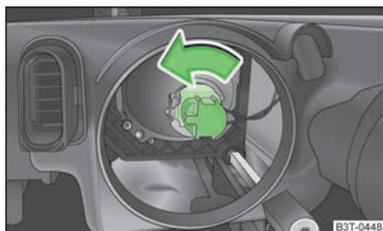

Fig. 190
- » Girare il connettore con la lampadina in senso antiorario fino all'arresto ed estrarlo » fig. 190.